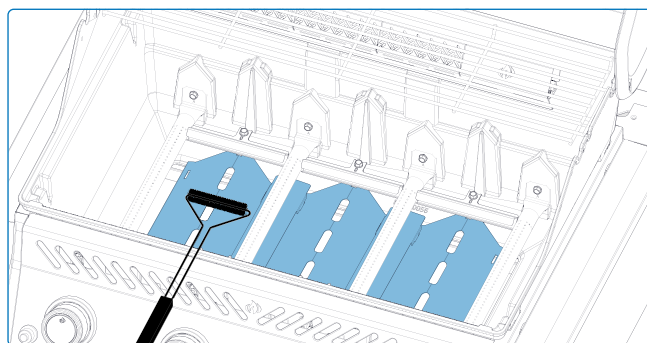

Abb. 11
- Reinigen Sie die Fettauffangschale regelmäßig – etwa alle 4–5 Benutzungen –, um Fettsammlungen zu vermeiden (**Abb. 11**).